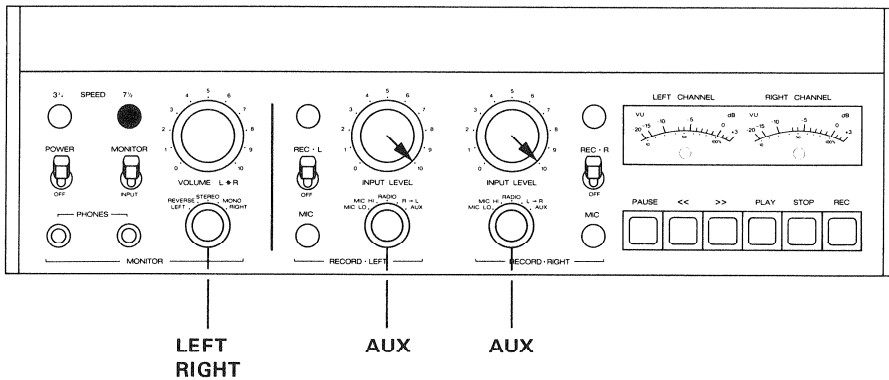

Fig. 6.5.-1
- Bedienelemente nach Fig. 6.5.-1 einstellen.
- NF-Generator an Anschluss (48) AUX INPUT parallel anschließen.